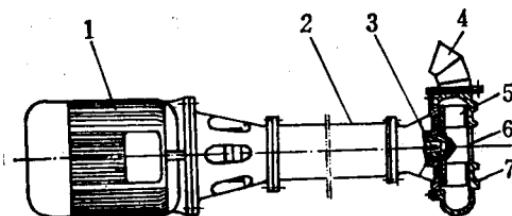

图 2-2 泥浆泵构造图
(3) 泥浆泵 这是一种单吸立式离心式泵, 构造见图 2-2。